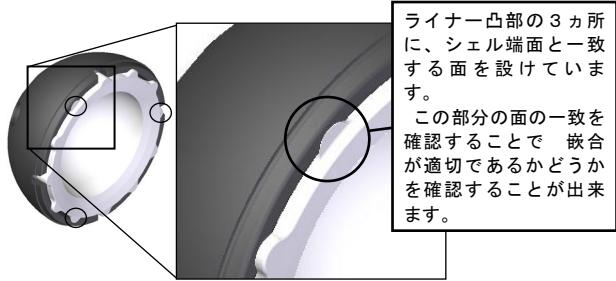

図4
- 4) ライナー凸部の内の3箇所に、嵌合が適切に行われた際に、シェル端面と面が一致する部分を設けている。シェル設置後に、軟組織のかみこみがないことを確認すると共に、当該部の面が一致していることを確認すること(図4)。